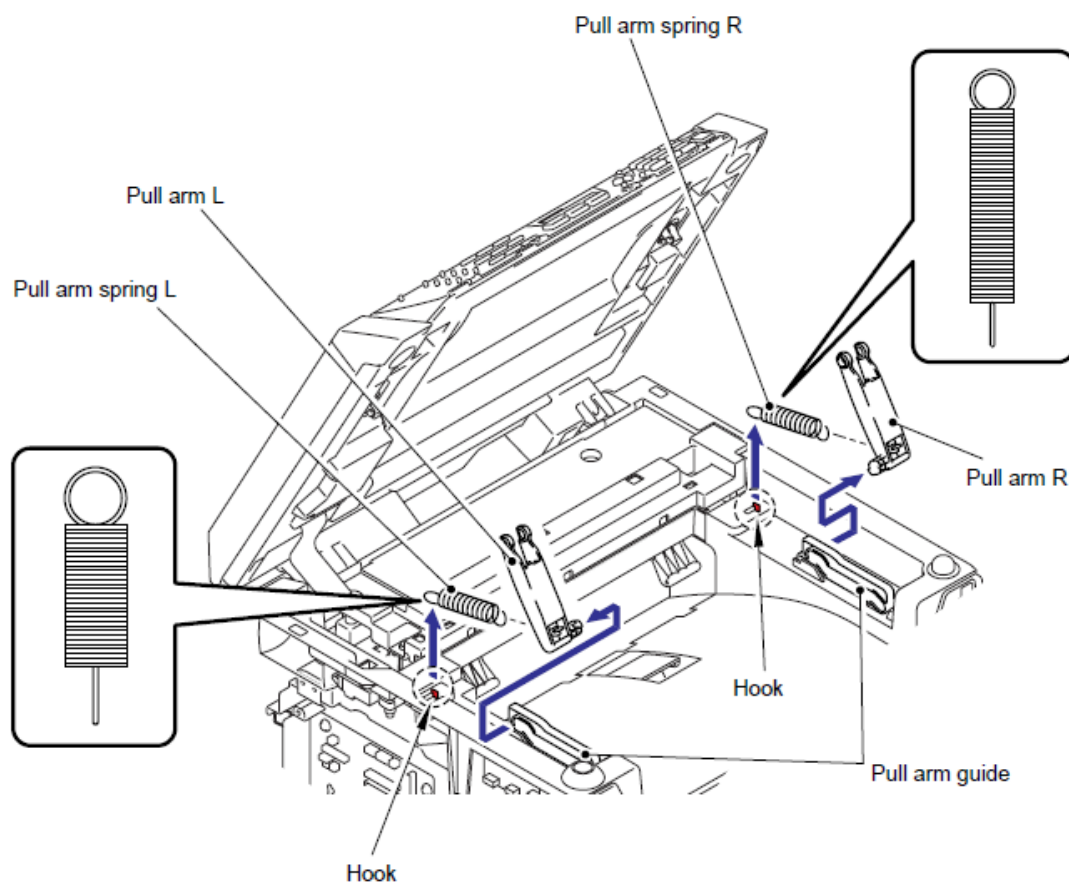

Fig. 5-163
- Durante el montaje de los Resortes de la palanca del brazo Izquierdo y Derecho (Pull arm springs Left and Right) asegúrese de montar cada uno de los recortes correctamente. (El izquierdo es mas corto y grueso y El Derecho es mas largo y delgado) Vea la **Fig. 5-163**.
(6) Retire la Unidad del Escáner (Scanner Unit) del Ensamble de la cubierta de unión (Joint Cover ASSY) tirando hacia arriba.